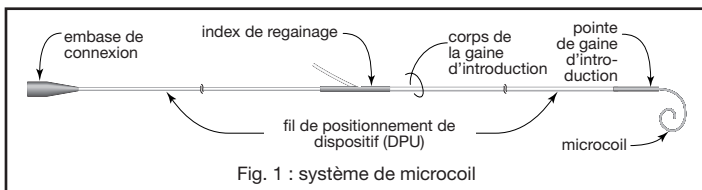

Fig. 1 : système de microcoil
Comme illustré à la figure 1, le système de microcoil est constitué d'un microcoil d'embolisation fixé à un fil de positionnement de dispositif (DPU / - « Device Positioning Unit » -). Il est recouvert d'un système de gaine d'introduction. Le microcoil peut être de forme complexe ou hélicoïdale. Le fil DPU est un système de poussée de rigidité variable muni d'un marqueur radio-opaque à trois (3) cm de son extrémité distale. Le système de gaine d'introduction comporte trois composants principaux : une pointe d'introducteur, un corps d'introducteur translucide et un index de regainage.